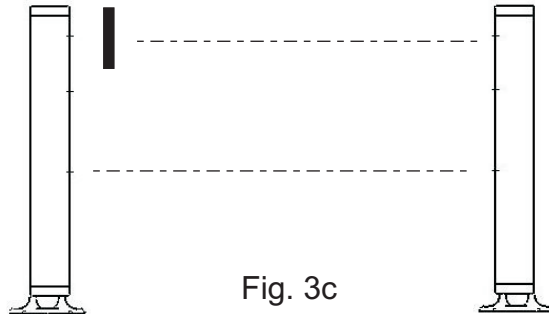

Fig. 3c
- Tampe a lente superior do receptor e verifique se o led indicativo de sintonia da unidade receptora permanece apagado (fig. 3c), caso acenda, ajuste novamente a sintonia. Neste caso, a barreira pode estar mal alinhada ou com tensão de alimentação fora do especificado, observe o diâmetro do fio e a tensão da bateria a fim de corrigir o problema;